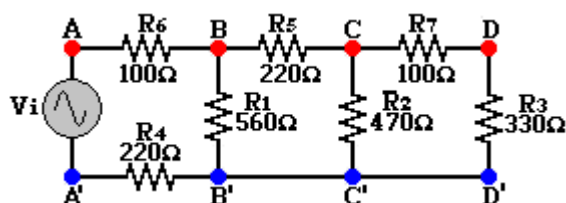

Figura 1.11
8. Arme el circuito de la figura 1.11. Calibré el generador de funciones, V_i , para obtener una señal senoidal igual a 15Vpp, a una frecuencia de 1kHz.